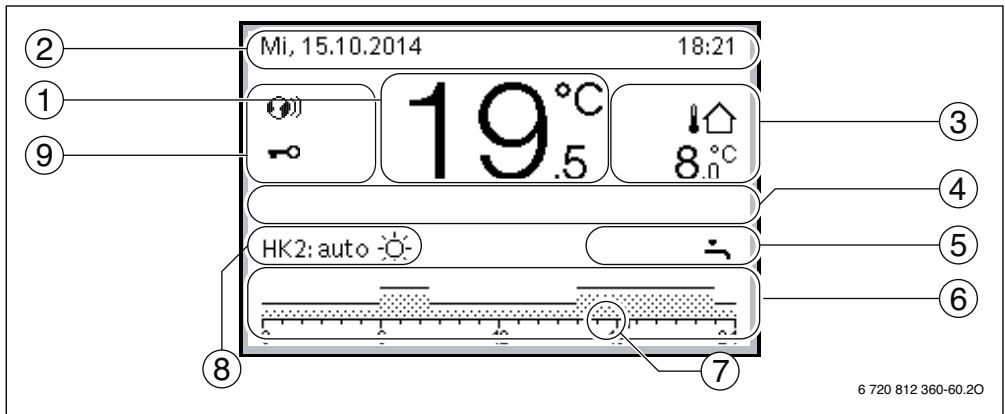

Bild 2 Beispiel für die Standardanzeige bei einer Anlage mit mehreren Heizkreisen
→ Bild 2, Seite 7
Die folgenden Beschreibungen gehen jeweils von der Standardanzeige aus (→ Bild 2, Seite 7).
▶ auto-Taste und Auswahlknopf drücken und einige Sekunden gedrückt halten, um die Tastensperre ein- oder auszuschalten. Wenn die Tastensperre aktiv ist, wird im Display das Schlüssel-Symbol angezeigt (→ Bild 2 [5], Seite 7).